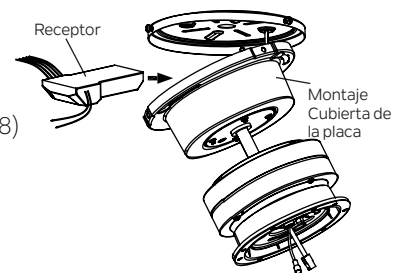

Figura 8
**Paso 1.** Colocar el receptor en la placa de montaje y manténgalo plano en oposición al techo. (Figura 8)